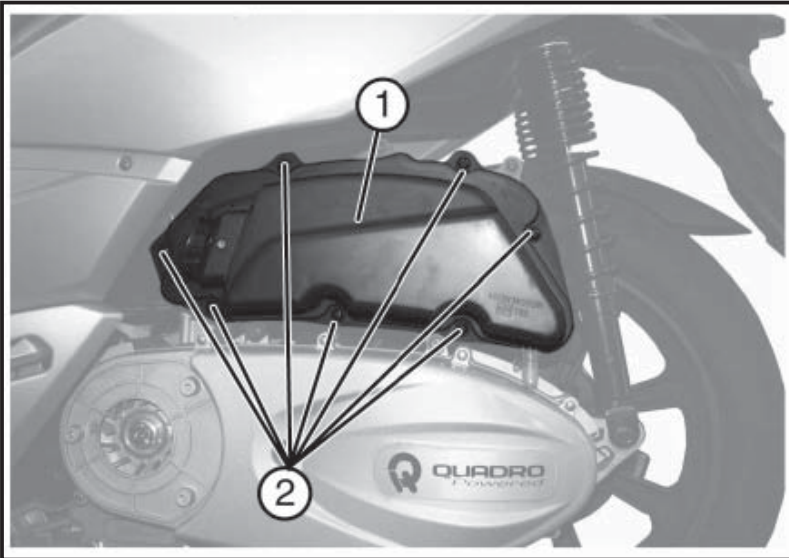

Fig. 01
- Desatornille los siete tornillos «2 - Fig. 01».
- Quite la tapa de la caja filtro «1 - Fig. 01».